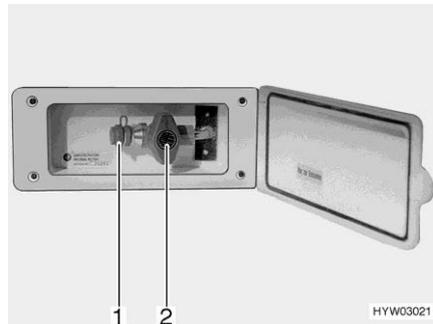

Fig. 171 Toma exterior de gas (válvula de paso de gas cerrada)
- Conectar el aparato de gas externo en el punto de conexión (Fig. 171,1).
- Abrir la válvula de paso de gas (Fig. 171,2).